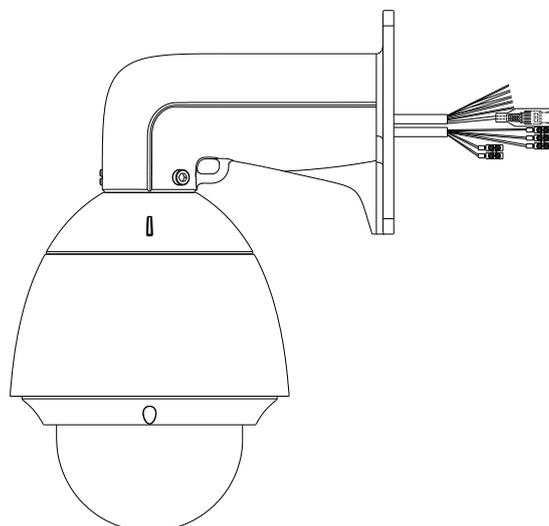

Abbildung 3-3 Anbringen der Dome-Einheit an der Halterung
2. Befestigen Sie die Speed Dome-Kamera an der Wandhalterung (siehe Abbildung 3-3).